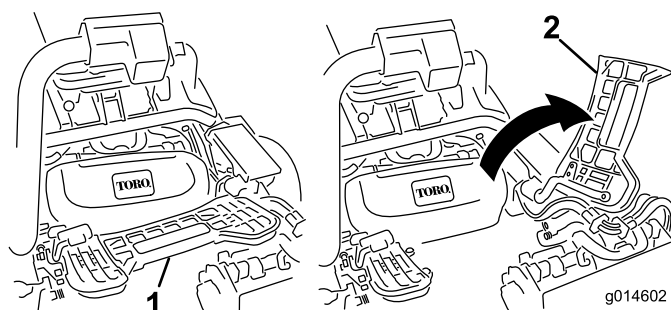

図 12
7. 中央カッティングユニットを取り付ける時は、フット・レストを跳ね上げて取り付け位置へのアクセスを確保する（図 12）。